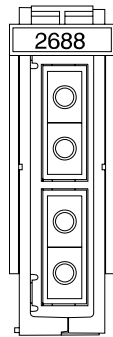

Figure 11. Carte optique 2688
- ___ 2. Repérez la carte optique 2688 (voir figure 11) à l'arrière de l'unité centrale.